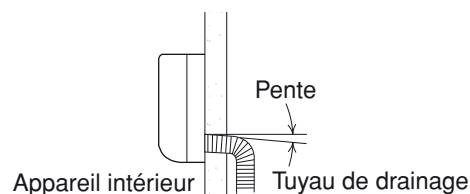

Fig. 43
- Le tuyau de drainage doit être incliné vers le bas en direction de l'extérieur (Fig. 43).